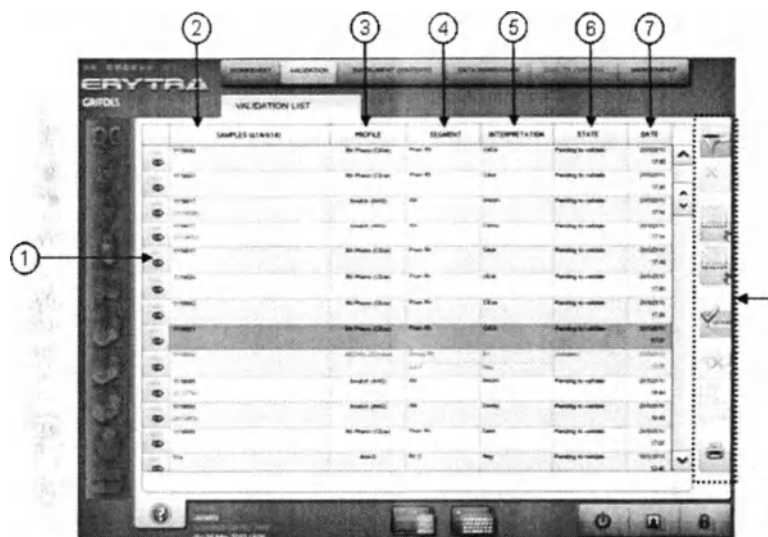

Рисунок 23: Скрин-шот *Списка Результатов*.
Для получения подробной информации о результатах нажмите на символ  или  (ссылка (1), рисунок 23). Программа выведет на экран закладку **Profile Information screen** (Монитор профиля информации), с детальной информацией, относящейся к профилям диагностических тестов, включая изображения микропробирок, связанных с каждым тестом, их интерпретацией, а также возможные ошибки и связанные с ним инциденты (Рисунок 24).
- (1) Общая информация об образцах.
- (2) Информация о профиле и проведённых диагностических тестах.
- (3) Результаты тестов.
- (4) Изображения и интерпретация микропробирок карт DG Gel®, связанных с тестом, выбранным в п. (2). Для упрощения просмотра результатов и агглютинации интенсивности, Вы можете увеличить изображение, нажимая на символ .
- (5) Информация об интенсивности агглютинации.
- (6) Комментарии.
- (7) Навигационные кнопки: вы можете получить доступ к информации о **Результатах профилей**, которые появляются в активном **Списке Результатов** (Рисунок 23).
(8) Специальные кнопки: